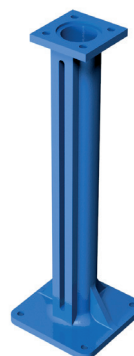

Fig. 18
- Colonne de manoeuvre droite (fig. 18)